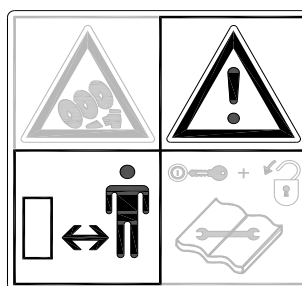

Fig. 4
**Hold en sikker afstand på mindst 4 meter!** (Fig. 4)